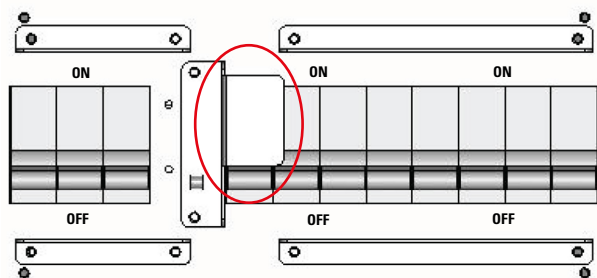

Fig. 59. Blocage mécanique de l'interrupteur de bypass de maintenance de l'onduleur.
10. Remettre le blocage mécanique de l'interrupteur de bypass manuel de l'onduleur (uniquement pour les appareils au format tour) : visser le cache métallique avec les vis fournies (voir Fig. 59).